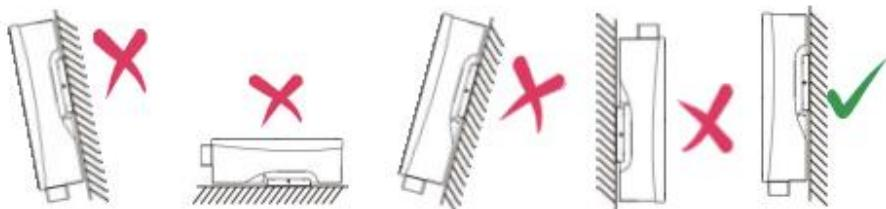

Рисунок 11
- ❖ Инвертор допускается устанавливать только в вертикальном положении, при этом угол наклона не должен превышать 15°(рисунок 11).